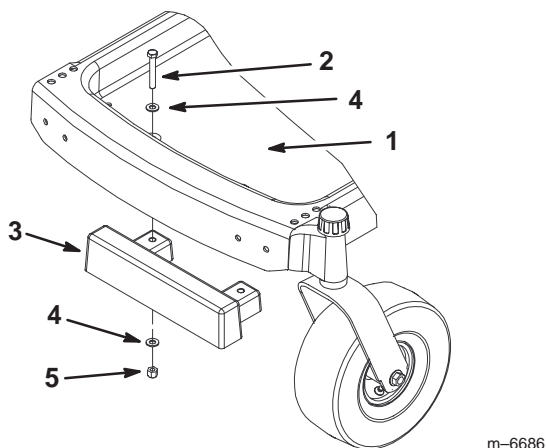

Bild 3
2. Montieren Sie das Vordergewicht mit 2 Schrauben (3/8 x 2-1/4 Zoll), 4 Scheiben (3/8 Zoll) und 2 Muttern (3/8 Zoll) unten am Fußstützenrahmen (Bild 3).
Hinweis: Stellen Sie sicher, dass Sie das Gewicht so wie in Bild 3 dargestellt, einbauen.